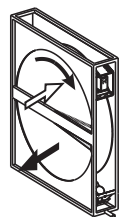

Рис.26. Направление вращения роторного регенератора
- направление вращения ротора, которое должно быть от вытяжной части через очистной шлюз к приточной части (рис. 26).